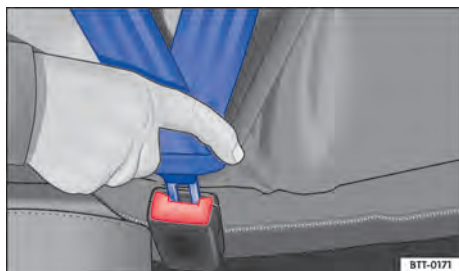

Fig. 49 Introduzir a lingueta do cinto de segurança no fecho do cinto de segurança.
- Introduzir a lingueta do cinto de segurança firmemente no fecho do cinto de segurança correspondente ao assento $\Rightarrow$ Fig. 49.